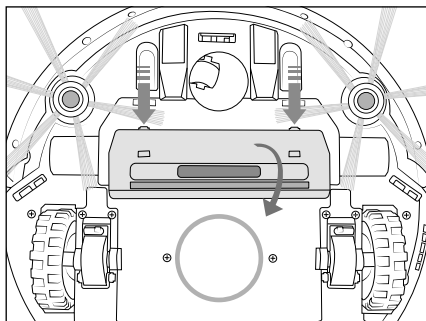

Fig. 12
- 1) Tryk på de to aktiveringsknapper for at løse afdækningen 20 til sugeåbningen 19, og tag den af produktet (se fig. 12).